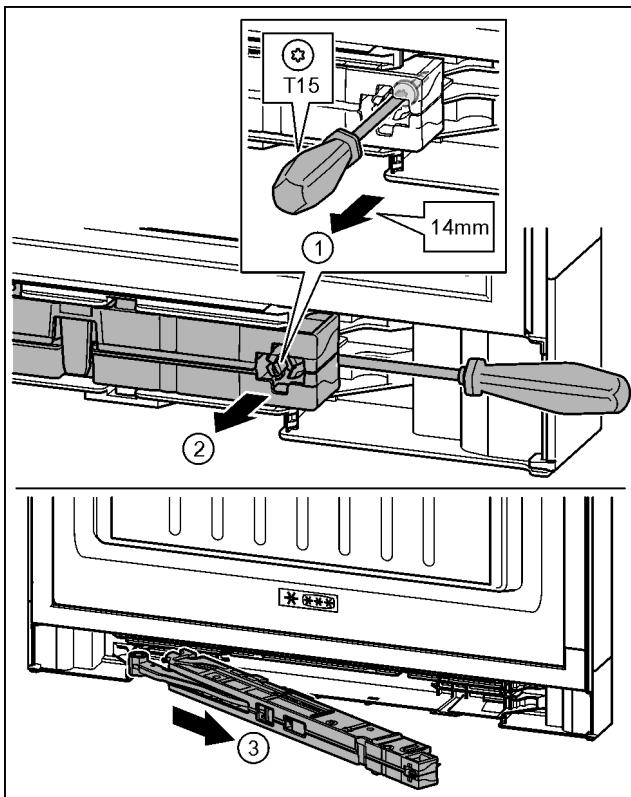

Fig. 19
- Ослабить винт на узле амортизатора с помощью отвертки T15 примерно на 14 мм. Fig. 19 (1)
- Переместить отвертку со стороны ручки за узел амортизатора. Повернуть узел вперед. Fig. 19 (2)
- Вытащить узел амортизатора. Fig. 19 (3)